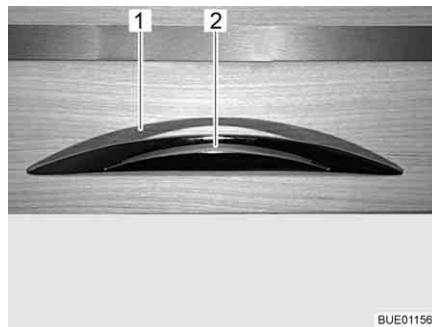

Bild 47 Skåplucka med låshandtag
- Tryck in låshandtaget (Bild 47,2) och håll det intryckt.
- Öppna skåpluckan genom att dra i låshandtaget (Bild 47,1).